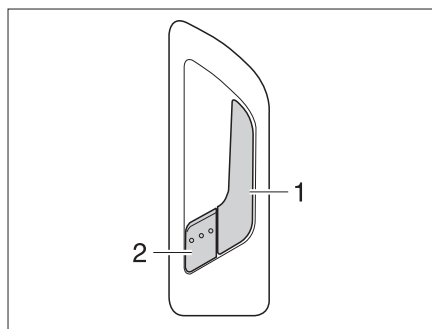

Fig. 45 Serrure de la porte cellule, à l'intérieur
- Tirer sur la poignée (Fig. 45,1). La serrure de la porte est déverrouillée. Le levier de sécurité (Fig. 45,2) ressort automatiquement.
- Appuyer sur le levier de sécurité (Fig. 45,2).